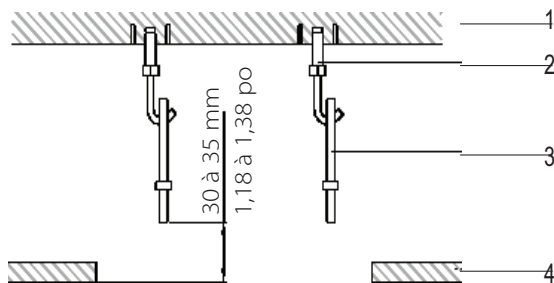

Figure 8 – Dégagements d'installation
- b. Réglez le jeu avec le plafond avant de poursuivre. Pour une installation représentative, consultez la figure 8.